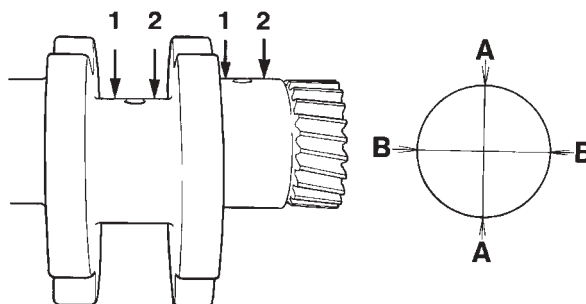

Fig. 72 Mesure de contrôle du vilebrequin
1. Vérifier l'usure et l'ovalisation avec un palmer. Mesurer les diamètres «A-A» et «B-B» aux points «1» et «2» (voir la figure 72).
1. Mesurer le diamètre intérieur de la bague aux points 1 et 2 comme le montre la figure 72, page 46. Mesurer dans les deux sens («A» et «B») pour chaque point.